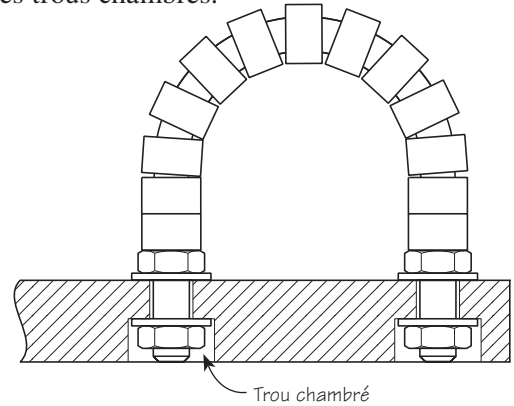

Figure 5 : Patin fixé au support coulissant dans les trous chambrés
1. Insérer un patin dans chaque paire de trous chambrés en utilisant quatre rondelles et deux écrous, comme l'illustre la **figure 5**. Serrer uniquement les écrous qui se trouvent dans les trous chambrés.